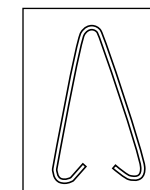
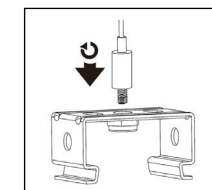

Рис. 5
Рис. 6
- Для установки осветительного прибора на подвесы используйте скобы для подвешивания (2 шт. – рис. 5, входят в комплект поставки) или тросовую систему подвеса (рис. 6, в комплект поставки не входит и приобретается отдельно).